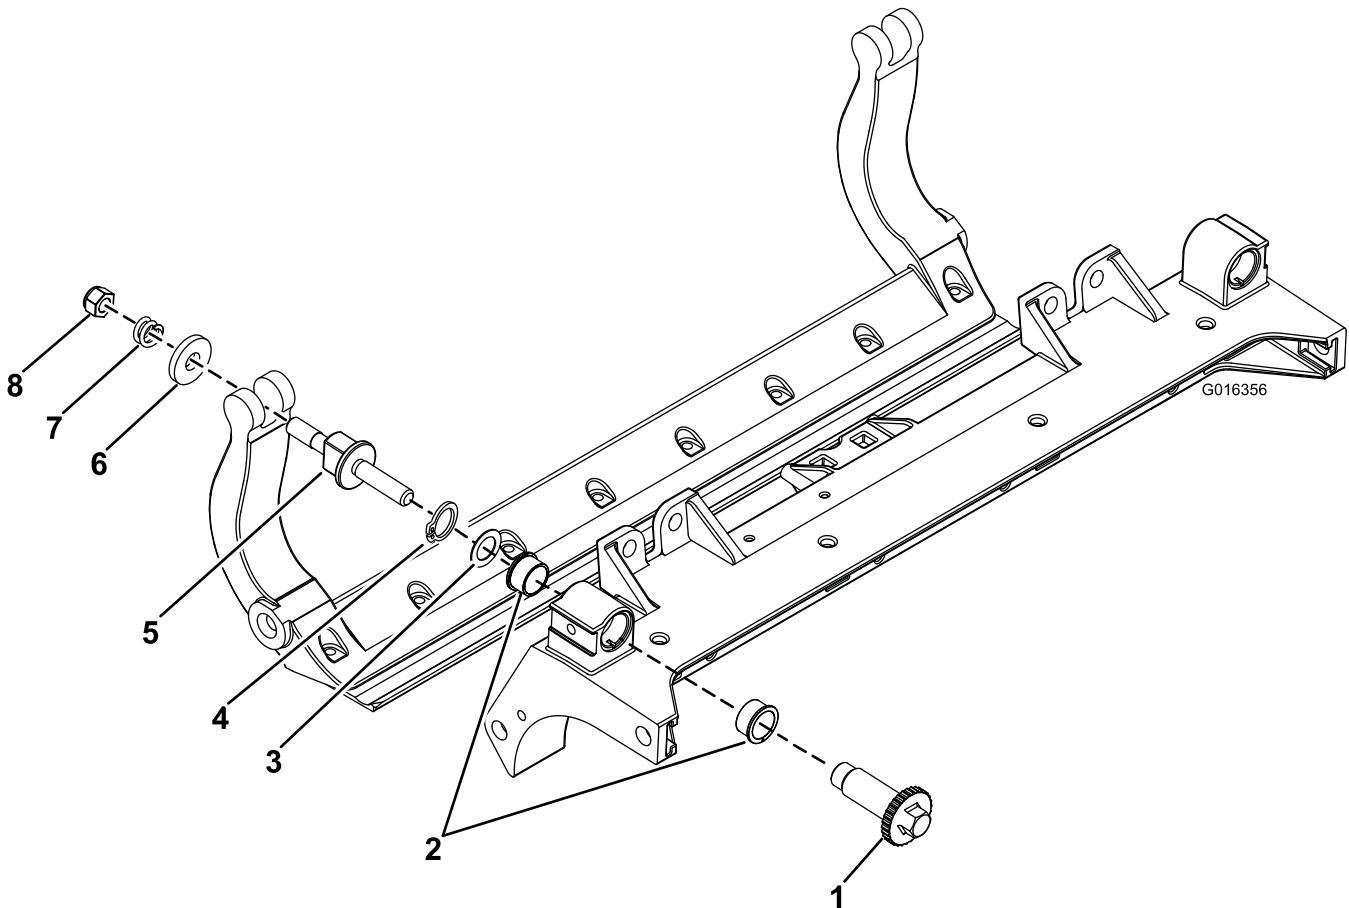

Figura 4
4. Retire la tuerca de tensado del muelle de compresión, el muelle de compresión y la arandela del tornillo de ajuste de la barra de asiento (Figura 4).
7. Desenrosque el eje del ajustador del tornillo de ajuste de la barra de asiento (Figura 4). El eje del ajustador de la barra de asiento tiene rosca a izquierdas.
8. Retire el anillo de retención y la arandela ondulada del eje del ajustador y retire el eje del ajustador del bastidor de la unidad de corte (Figura 4).
9. Retire los casquillos con brida del bastidor central de la unidad de corte (Figura 4).